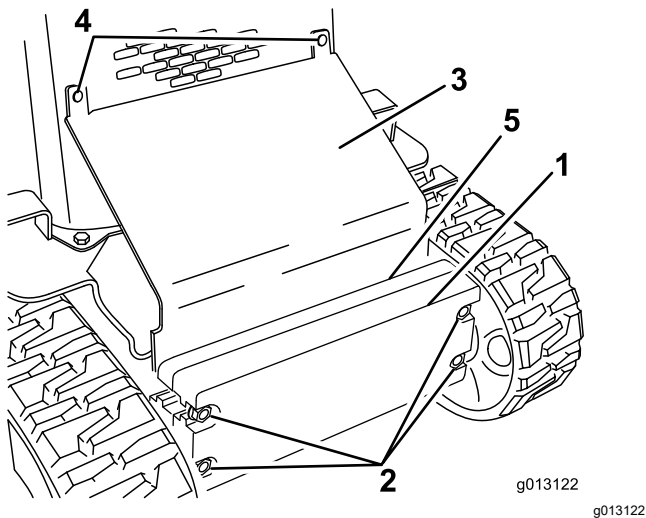

Figure 29
2. Desserrez les boulons de fixation des masses (Figure 29).
3. Enlevez les boulons de carrosserie et les écrous de fixation de la plaque inclinée (Figure 29).
des boulons de carrosserie et des écrous retirés précédemment (Figure 29).
11. Serrez les boulons de fixation des masses avant (Figure 29).